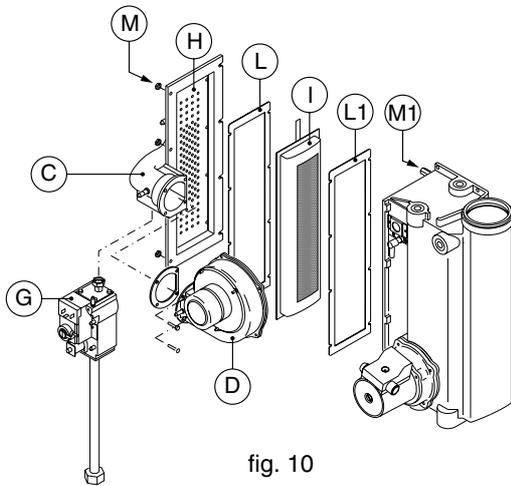

fig. 10
- Per liberare il convogliatore C delle caldaie (fig. 10), staccare i collegamenti pneumatici, togliere la valvola gas, scollegare il cavo dell'elettrodo di accensione e del ventilatore, togliere i dadi M ed allentare i dadi M1; dopo aver sfilato il convogliatore C si può accedere ora alle parti interne.